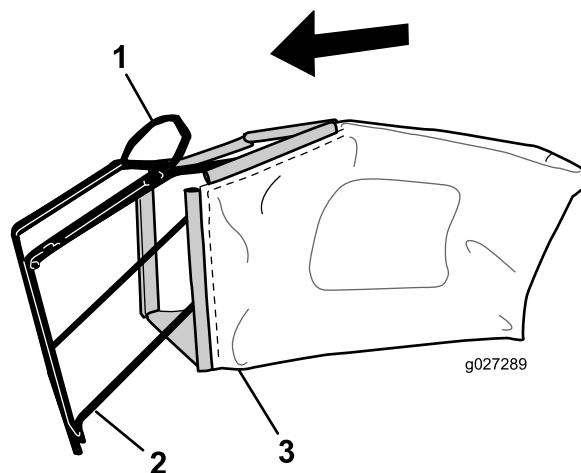

Figura 8
1. Deslize o saco de relva sobre estrutura como se mostra na Figura 8.
Nota: Não deslize o saco sobre pega (Figura 8).